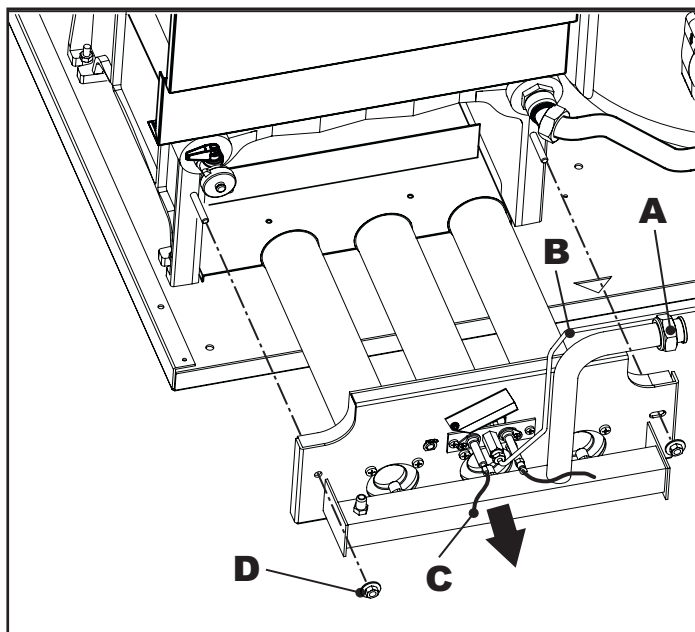

fig. 9
- Să deșurubați cele două piulițe **D** care fixează ușa camerei de ardere de elementele din fontă ale centralei (fig. 9).